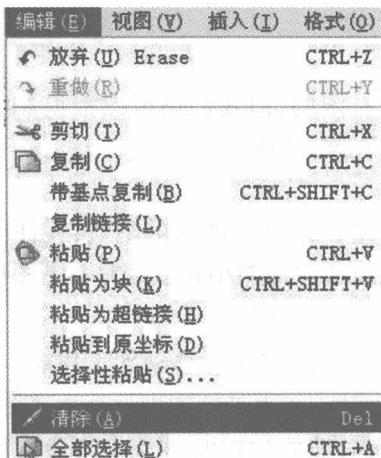

图 1-16 菜单选择【清除(A)】
- 选择菜单【编辑(E)】/【清除(A)】命令,然后选中要删除的对象,再敲回车键或空格键。或者先选中要删除的对象,再选择【编辑(E)】/【清除(A)】命令也可,如图 1-16 所示。